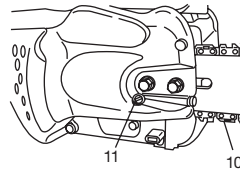

Fig. 5
7. Soulever l'extrémité du guide-chaîne et régler la tension de la chaîne (10) en tournant la vis de réglage de tension (11) dans le sens des aiguilles d'une montre. Pour vérifier que la tension de la chaîne est adéquate, soulever légèrement le centre de la chaîne. Il faut qu'il y ait alors un jeu de 0,5 à 1,0 mm entre le guide-chaîne et le bord des maillons d'entraînement de la chaîne (12). (Fig. 5, 6)